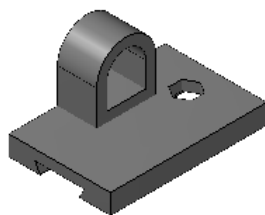

图 2.5.19 着色外形轮廓边界
- ☒ **轮廓边界着色** 复选框：用于设置以着色外形轮廓边界的模式显示模型，如图 2.5.19 所示。